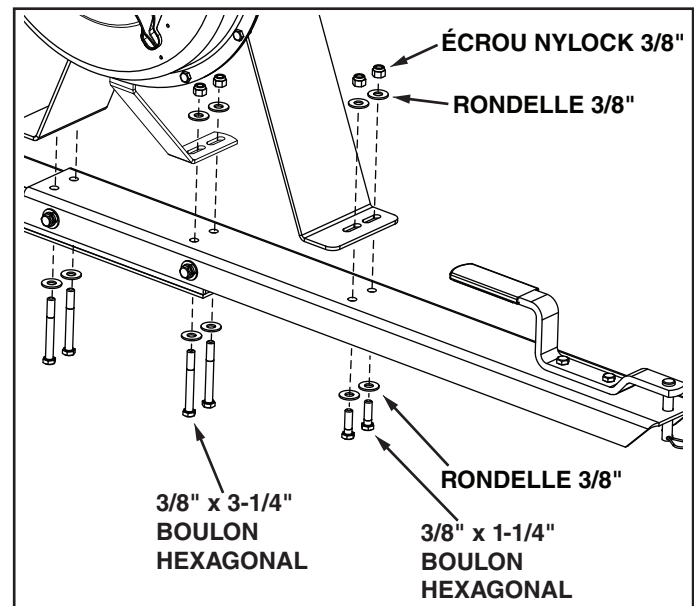

FIGURE 7
10. Fixez l'assemblage de base du moteur à la languette à l'aide de quatre boulons hexagonaux de 3/8" x 3-1/4", de deux boulons hexagonaux de 3/8" x 1-1/4", de douze rondelles de 3/8" et de six écrous nylock de 3/8". Serrez. Voir la figure 7.